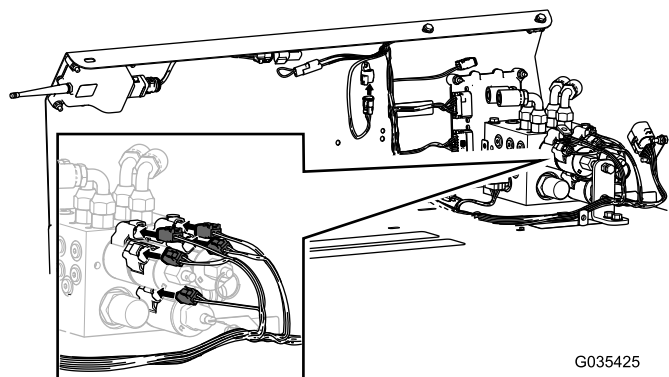
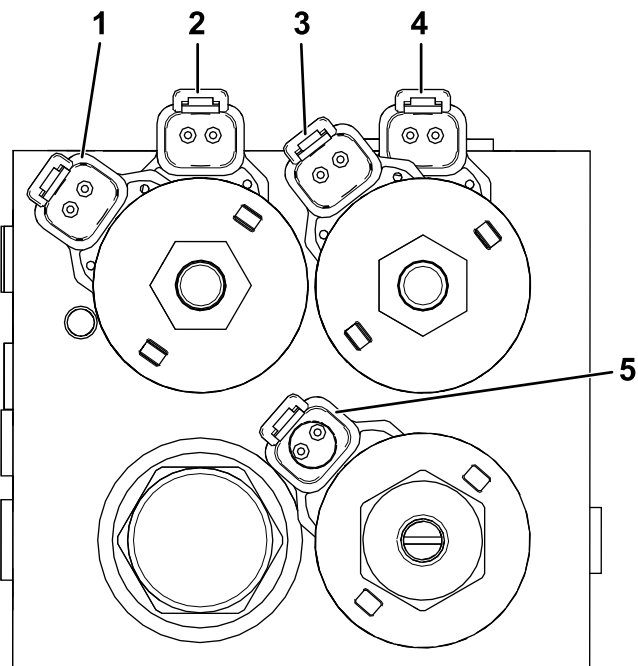

图16
图17
- 将 5 个线束连接件插入液压块上的适当位置请参阅图16 和图17。